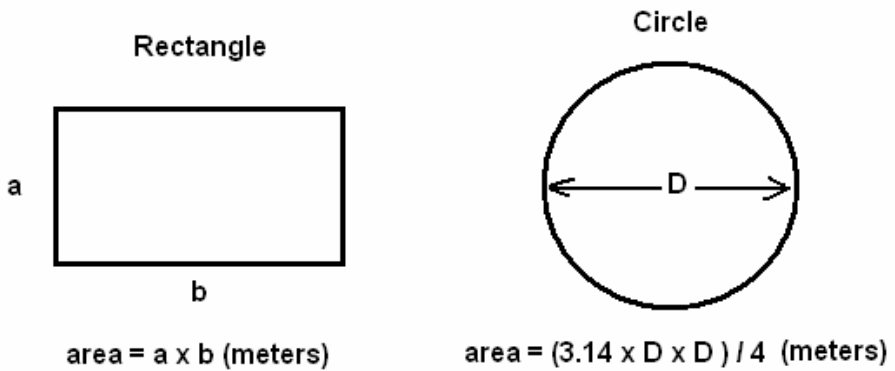

Figure 3 : Free Area of Air Duct
* 按下此鍵也可以輸入風量測量的風管面積 (參見Figure 3)
4. 之前儲存的風管面積會出現在螢幕上方，若要輸入新的風管面積，按下 AREA (數字0) 按鍵 (參照Figure 3)，此時螢幕下方的四位數字會變成空白，使用者就可輸入風管面積
4. 之前儲存的風管面積會出現在螢幕上方，若要輸入新的風管面積，按下 **AREA (數字0)** 按鍵 (參照Figure 3)，此時螢幕下方的四位數字會變成空白，使用者就可輸入風管面積